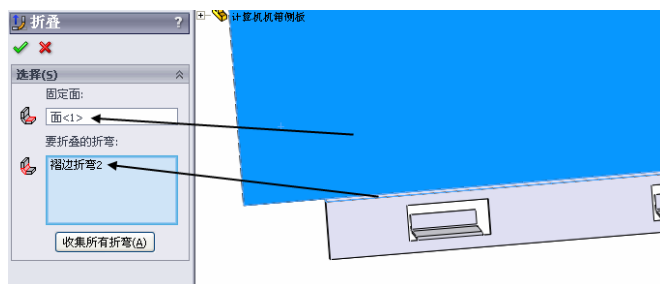
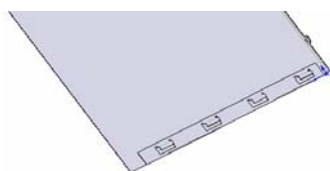

图 10-34 进行折叠操作
图 10-35 折叠后的效果
⑩ 进行“折叠”操作。选择菜单栏中的“插入”→“钣金”→“折叠”命令，或者单击“钣金”工具栏中的“折叠”图标，弹出“折叠”属性管理器，选择图 10-34 所示平面作为固定面，在“FeatureMannger 设计树”中选择褶边折弯 1 特征或者在钣金零件实体上选择褶边折弯，将其作为要折叠的折弯，然后，单击“确定”图标，完成对折弯的折叠操作，结果如图 10-35 所示。